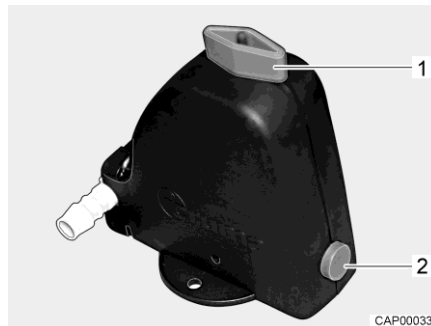
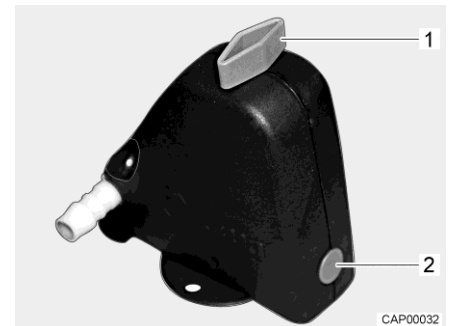

Bild 96 Säkerhets-/avtappningsventil öppen
Bild 97 Säkerhets-/avtappningsventil stängd
- Stäng säkerhets-/avtappningsventilen. Ställ vredet (Bild 96,1) diagonalt mot säkerhets-/avtappningsventilen och tryck in tryckknappen (Bild 96,2). Den stängda säkerhets-/avtappningsventilen visas i Bild 97. Vid temperaturer lägre än 6 °C kan säkerhets-/avtappningsventilen inte stängas.